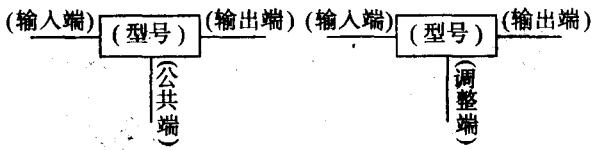

图 1-19
4.5 三端稳压器的图形符号 三端稳压器的图形符号如图 1-19 所示